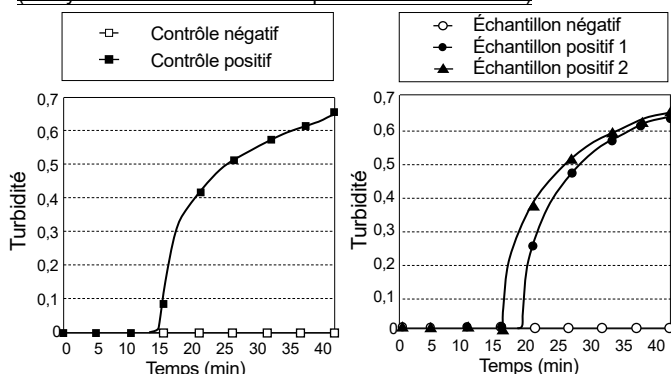

Fig. 1 : Graphique d'amplification pour les contrôles. Fig. 2 : Graphique d'amplification pour les échantillons.
- (1) Configurer le turbidimètre en temps réel HumaTurb C+A pour la détection avec ce produit.
- (2) Vérifier que la température affichée atteint 65,0 °C (laisser le turbidimètre se réchauffer pendant 20 minutes avant de l'utiliser).
- (3) Placer les tubes de réaction et commencer la mesure.
- (4) Surveiller l'affichage du turbidimètre et vérifier l'augmentation de la turbidité dans les contrôles positifs et pas dans les contrôles négatifs. Si la turbidité augmente dans le contrôle positif mais pas dans le contrôle négatif, la réaction d'amplification se déroule correctement (Fig. 1). Si ce n'est pas le cas, la réaction d'amplification peut se dérouler dans le mauvais sens. Dans ce cas, retester les échantillons concernés.
- (5) Confirmer la fin de l'inactivation de la polymérase (automatiquement réalisée par le turbidimètre). Retirer tous les tubes de réaction du turbidimètre en temps réel HumaTurb C+A et les jeter sans les ouvrir.
Après avoir confirmé que la turbidité augmente dans le contrôle positif mais pas dans le contrôle négatif, évaluer les échantillons selon les critères suivants (Fig. 1 et 2) :